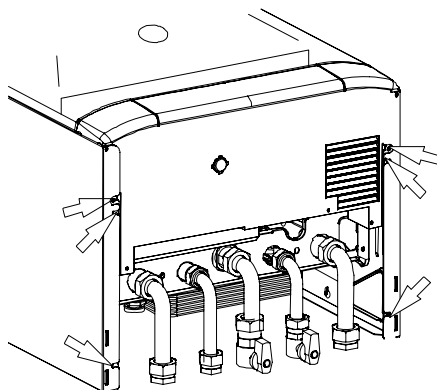

Figura 5.13
- Svitare le sei viti indicate in Figura 5.13.